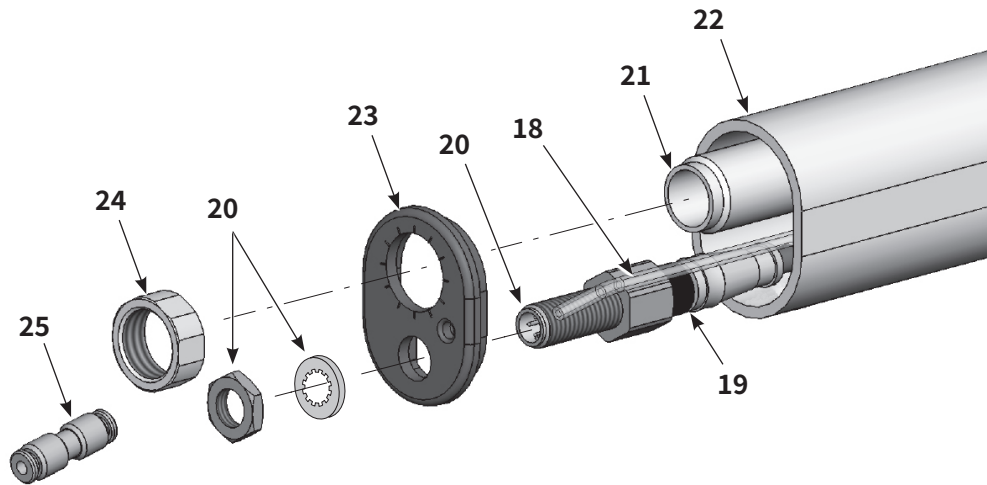

図17 チューブ取り付け式ガンの分解 1/5
2. 図17を参照。継ぎ手 (25) を透明な 4 mm エア配管 (18) から取り外します。
3. (表示されていない) ガンケーブルをケーブルレセプタクル (20) から取り外します。
4. クランプチューブ (21) のクランプチューブナット (24) を緩めます。
5. ナットとロックワッシャーをケーブルレセプタクル (20) から除去します。ナットとロックワッシャーは再利用するためにとっておきます。
6. 末端のキャップ (23) をガンの末端から取り外します。
9. 図17を参照。拡張ケーブル (19) をエンドキャップ (23) の中のレセプタクル (20) に接続します。
11. エンドキャップを取り付けチューブに取り付け、クランプチューブ (21) と透明な 4 mm チューブ配管 (18) をエンドキャップに通します。
12. ケーブルレセプタクル (20) をロックワッシャーとナットでエンドキャップに固定します。
13. クランプチューブナット (24) をクランプチューブにネジ山でしっかりと固定します。
14. 継ぎ手 (25) を透明な 4 mm 配管に取り付けます。